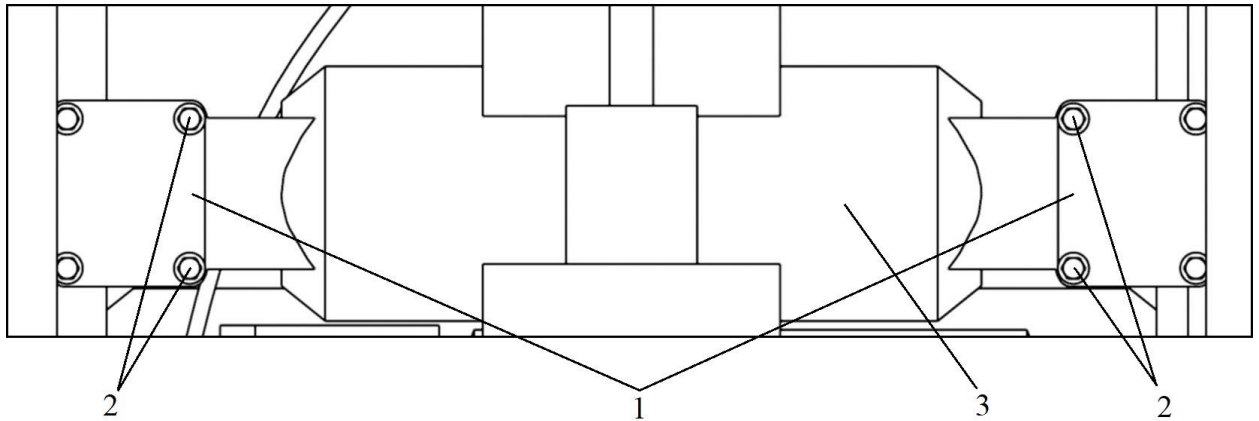

Рисунок 6 – Вид трактора снизу:
6. Демонтировать две пары болтов М16х40 поз. 2 крепления кронштейна тяги задней навески поз. 1(рис. 6).